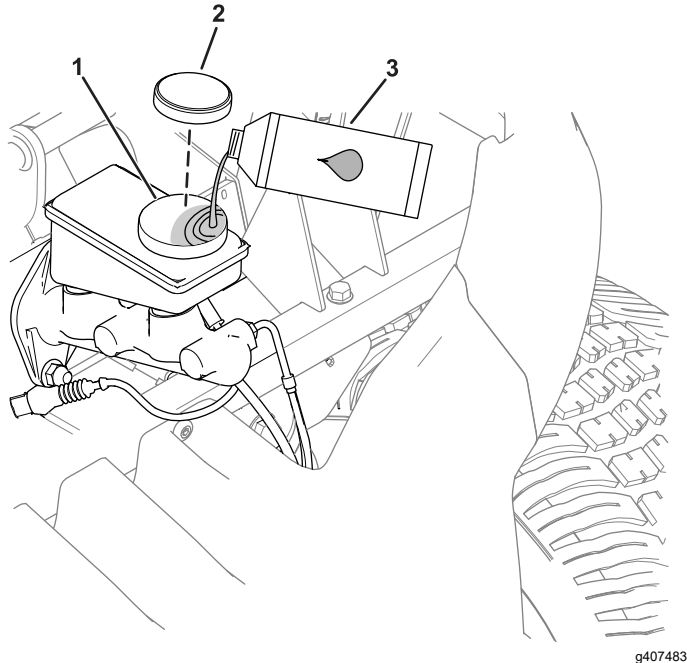

Figure 53
1. Déposez le capot pour accéder au maître-cylindre de frein et au réservoir (Figure 53).
- A. Nettoyez la surface autour du bouchon du réservoir et enlevez le bouchon (Figure 53).
- C. Remettez le bouchon du réservoir (Figure 53).